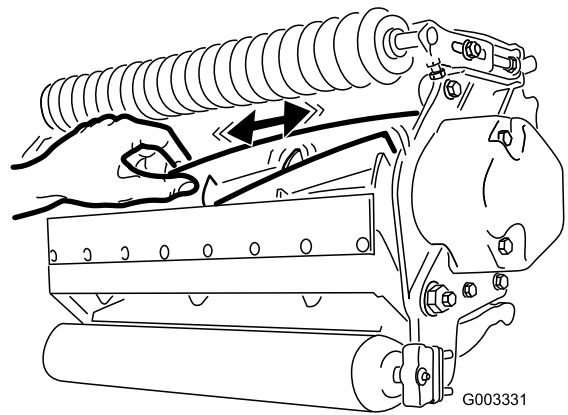

图26
2. 使用抹布或厚垫手套，拿住滚刀刀片，尝试将滚刀组件从一侧移向另一侧(图26)。